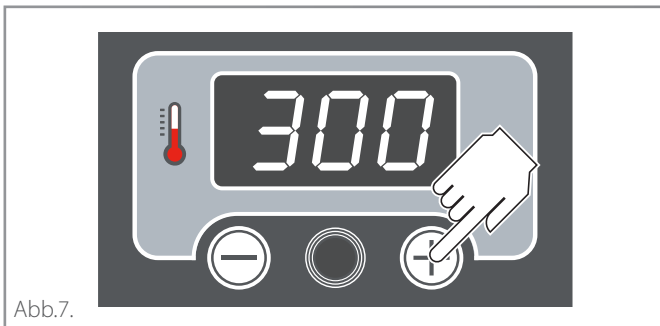
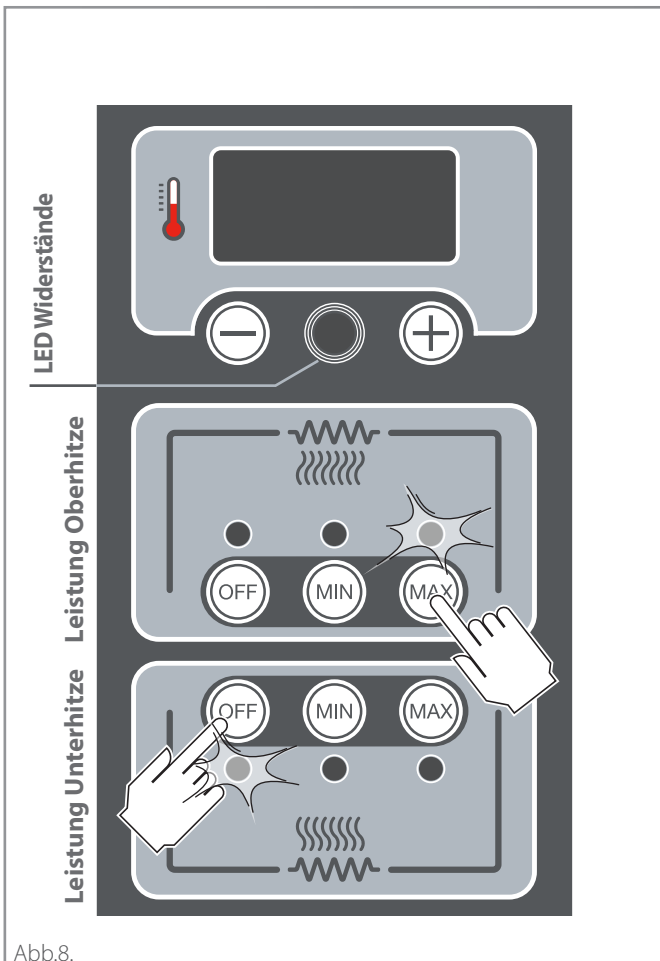

Abb.7.
Abb.8.
- einen Backvorgang mit den gewünschten Parametern einstellen: (► **Abb.7.** - **Abb.8.**)
► **Abb.7.**
► **Abb.8.**